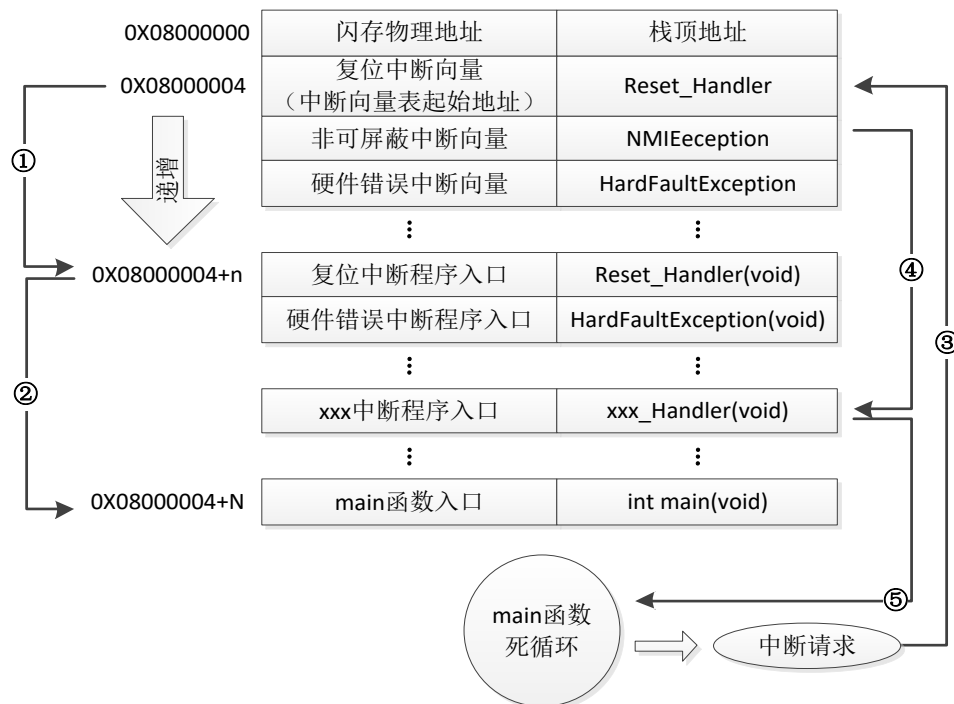
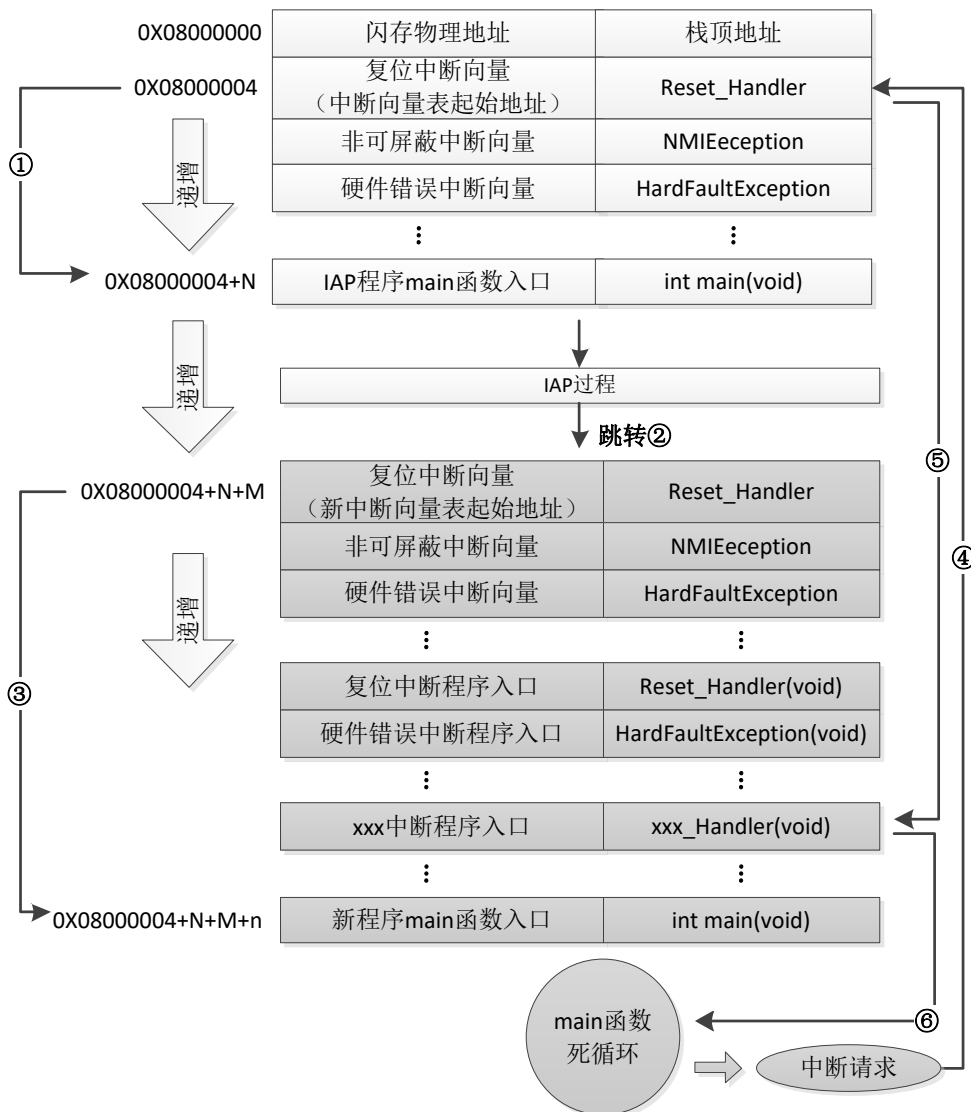

图 59.1.1 STM32F1 正常运行流程图
图 59.1.2 加入 IAP 之后程序运行流程图
我们先来看看 STM32F1 正常的程序运行流程(为了方便说明 IAP 过程, 我们先仅考虑代码全部存放在内部 FLASH 的情况), 如图 59.1.1 所示:
在图 59.1.1 中，STM32F103 在复位后，先从 0X08000004 地址取出复位中断向量的地址，并跳转到复位中断服务程序，如图标号①所示；在复位中断服务程序执行完之后，会跳转到我们的 main 函数，如图标号②所示；而我们的 main 函数一般都是一个死循环，在 main 函数执行过程中，如果收到中断请求（发生了中断），此时 STM32F103 强制将 PC 指针指回中断向量表处，如图标号③所示；然后，根据中断源进入相应的中断服务程序，如图标号④所示；在执行完中断服务程序以后，程序再次返回 main 函数执行，如图标号⑤所示。
当加入 IAP 程序之后，程序运行流程如图 59.1.2 所示：
在图 59.1.2 所示流程中，STM32F103 复位后，还是从 $0X08000004$ 地址取出复位中断向量的地址，并跳转到复位中断服务程序，在运行完复位中断服务程序之后跳转到 IAP 的 main 函数，如图标号①所示，此部分同图 59.1.1 一样；在执行完 IAP 以后（即将新的 APP 代码写入 STM32F103 的 FLASH，灰底部分）。新程序的复位中断向量起始地址为 $0X08000004+N+M$ ），跳转至新写入程序的复位向量表，取出新程序的复位中断向量的地址，并跳转执行新程序的复位中断服务程序，随后跳转至新程序的 main 函数，如图标号②和③所示，同样 main 函数为一个死循环，并且注意到此时 STM32F103 的 FLASH，在不同位置上，共有两个中断向量表。
2，SRAM APP 程序，即只运行在内部 SRAM 的 APP 程序，其运行过程和图 59.1.2 相似，不过需要设置向量表的地址为 SRAM 的地址。